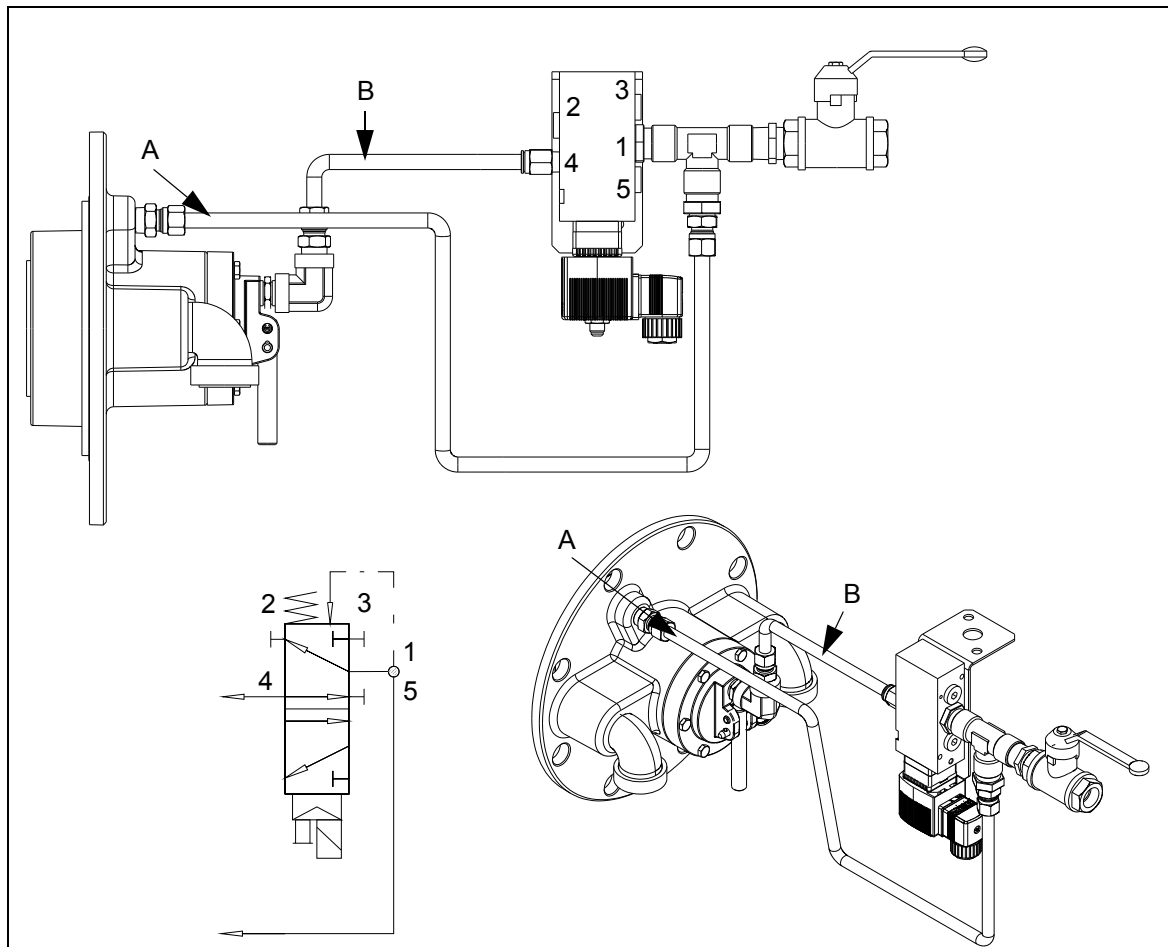

Abb. 4: Pneumatische Anschluss eines 5/2-Wege Ventils - ISO-metrische Ansicht
1. Luftversorgung an Anschluss (1 Abb. 4,5) auf der Rückseite des Magnetventils installieren.
2. Füllleitung von Anschluss (1 Abb. 4,5) an Anschluss (A Abb. 4,5) des Ventils installieren.
3. Die Steuerleitung von Anschluss (4 Abb. 4,5) des Magnetventils an den Steueranschluss (B Abb. 4,5) des Ventils installieren.
5. Optional einen Schalldämpfer an Anschluss (5 Abb. 4,5) auf der Rückseite des Magnetventils installieren.